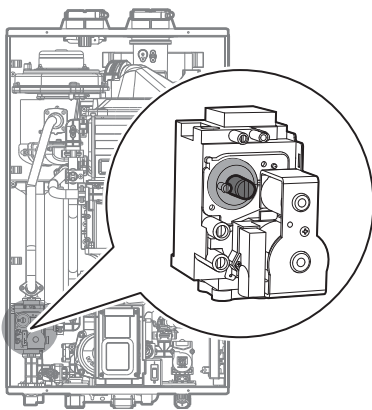

Figure 10
- Si un ajustement est requis, trouvez la vis de réglage, comme cela est indiqué à la Figure 10. À l'aide d'une clé Allen de 4 mm (⁵/₃₂ po) tournez la vis de réglage de ¹/₄ de tour au maximum, dans le sens horaire pour augmenter la valeur de correction ou dans le sens antihoraire pour la diminuer.